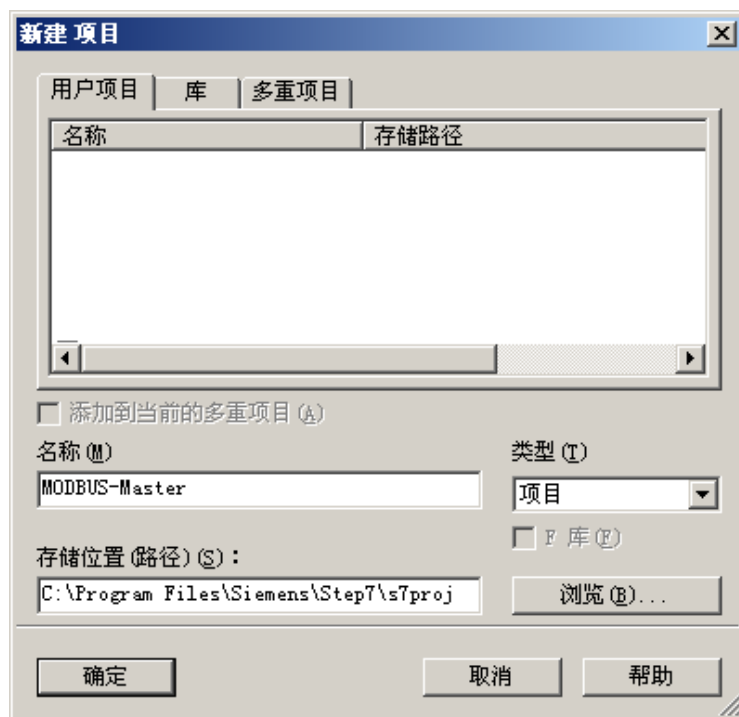

图 4-2
- › 点击菜单栏中的“文件->新建(N)...”,在出现的“新建 项目”对话框中输入项目的名称“MODBUS-Master” 其他使用默认。然后左键点击“确定”,如图 4-2 所示。